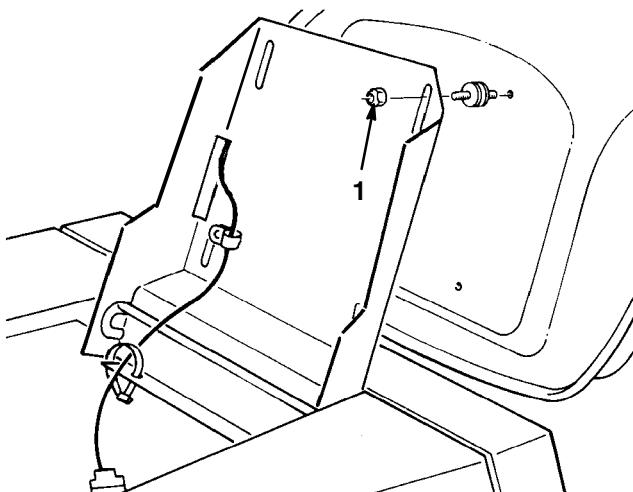

Bild 14
1. Heben Sie den Sitz an und lösen die Sicherungsmuttern (Bild 14).